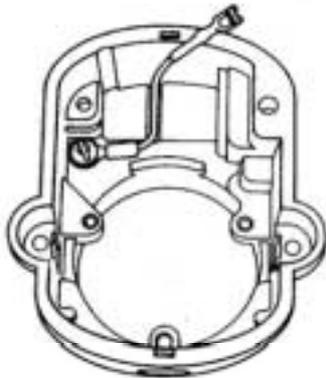

Figure 7.11.1
**Magnétos à retard seulement** – S'assurer que le câble de rupteur de retard est bien passé sous le condensateur. Voir figure 7.11.1